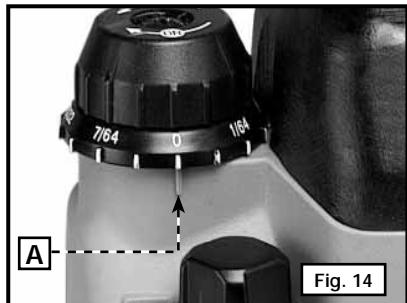
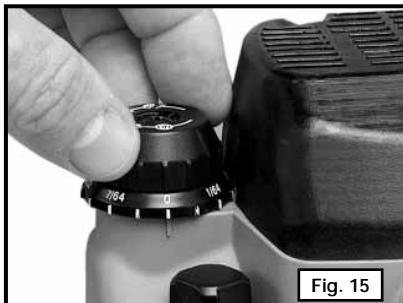

Fig. 14
Fig. 15
6. Gire el pomo de microajuste de la profundidad de penetración en sentido contrario al de las agujas del reloj hasta que se sienta resistencia (Fig. 14).
8. Sujete el pomo de microajuste de la profundidad de penetración (E), Fig. 8, a la vez que gira el anillo de microajuste de la profundidad de penetración (F), Fig. 15, hasta que el "0" está alineado con la marca de referencia (A), Fig. 14, ubicada en la caja del motor.